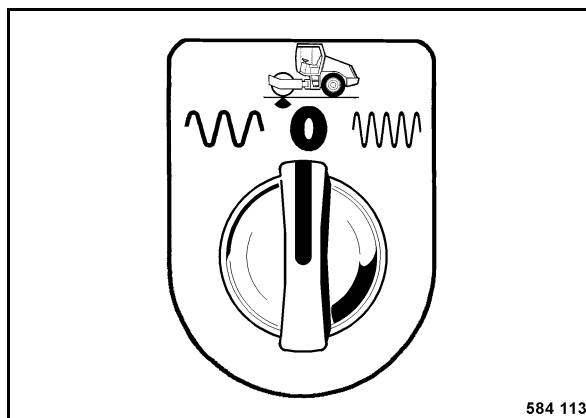

Fig. 35
- Colocar el interruptor selector de vibración (Fig. 35) en posición "0", vibración desconectada.